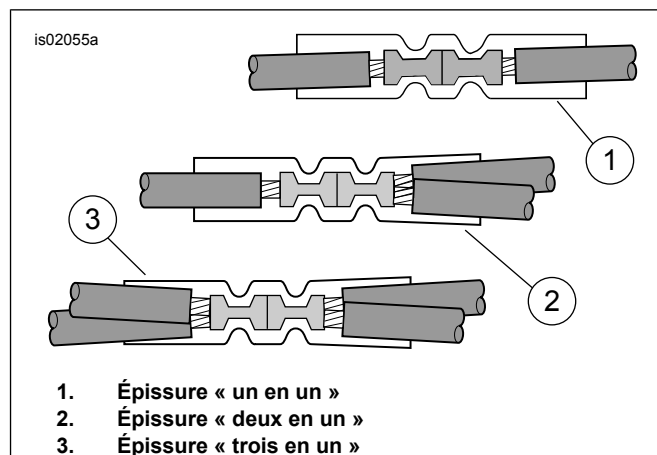
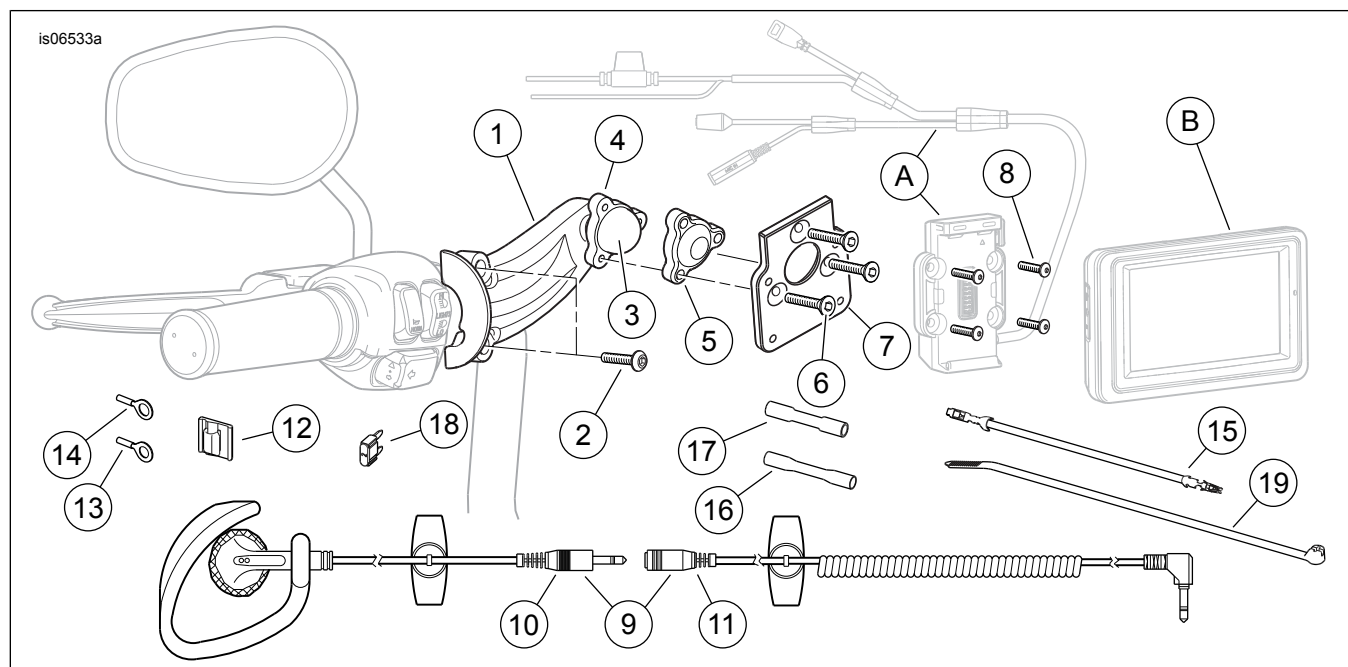

Figure 6. Configurations d'épissure
Figure 16. Pièces de rechange, kit de montage sur guidon de GPS Road Tech Zumo 660 et Zumo 665
4. Voir Figure 16. Prendre le connecteur bout à bout scellé bleu (17) dans le kit. Voir la figure 6. la configuration d'épissure « deux en un ». Épisser le conducteur d'alimentation du faisceau Zumo aux fils orange/blanc du faisceau principal selon les instructions contenues dans l'annexe du manuel d'entretien.
6. Voir Figure 16. Prendre le connecteur bout à bout scellé bleu (17) dans le kit. Voir Voir la figure 6., la configuration d'épissure « un en un ». Épisser le conducteur d'alimentation du faisceau Zumo au fil adaptateur selon les instructions dans l'annexe du manuel d'entretien.
7. Installer le fusible de 2 A (18) du kit dans la cavité de fusible « OPEN » (ouverte) pour compléter le circuit.
3. Voir Figure 16. Prendre le connecteur bout à bout scellé bleu (17) dans le kit. Voir la figure 6., la configuration d'épissure « deux en un ». Épissure le conducteur d'alimentation du faisceau de fils Zumo sur les fils orange/blanc selon les instructions dans l'annexe du manuel d'entretien.
6. Voir Figure 16. Prendre le connecteur bout à bout scellé bleu (17) dans le kit. Voir Figure 6, pour la configuration d'épissure « un en un ». Épissure le conducteur d'alimentation du faisceau Zumo au fil adaptateur selon les instructions dans l'annexe du manuel d'entretien.
3. Voir Figure 16. Prendre le connecteur bout à bout scellé bleu (17) dans le kit. Voir Figure 6, pour la configuration d'épissure « deux en un ». Épisser le conducteur d'alimentation du faisceau Zumo aux fils orange/blanc du faisceau principal selon les instructions contenues dans l'annexe du manuel d'entretien.
6. Voir Figure 16. Couper l'excès de longueur du fil orange/blanc du faisceau Zumo. À l'aide du connecteur bout à bout scellé bleu (17) du kit, épisser ce fil avec le fil adaptateur installé à l'étape 4.
7. Installer le fusible 2 A (18) du kit dans la cavité de fusible « P&A IGN », « 2 A MAX » pour compléter le circuit.
- Il est possible d'épissurer jusqu'à trois accessoires au faisceau de connexion électrique. Pour les configurations d'épissures multiples. Voir la figure 6.
3. Voir Figure 16. Prendre le connecteur bout à bout scellé bleu (17) dans le kit. Voir la figure 6. la configuration d'épissure « deux en un ». Épisser le conducteur d'alimentation du faisceau Zumo aux fils orange/blanc du faisceau principal selon les instructions contenues dans l'annexe du manuel d'entretien.
4. Installer le fusible de 2 A (18) du kit dans la cavité de fusible pour compléter le circuit.